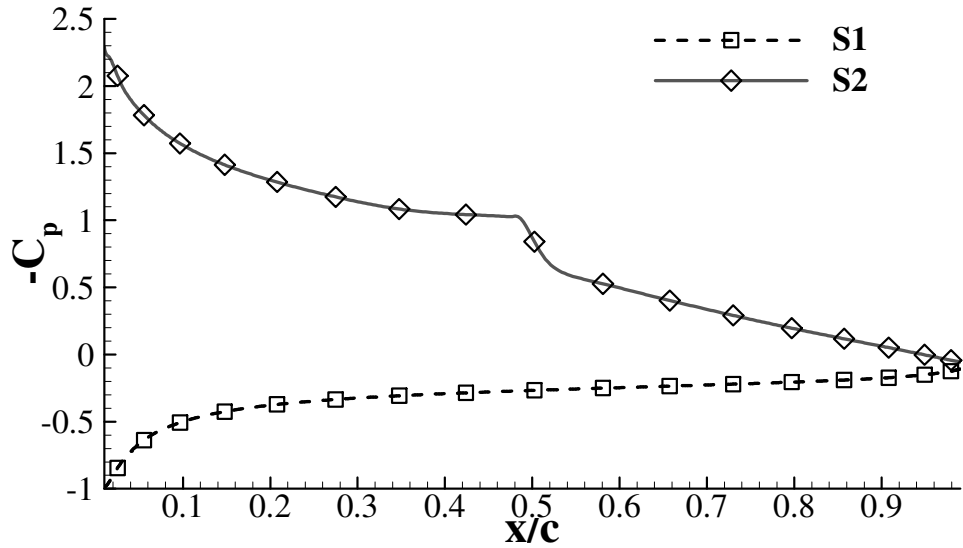
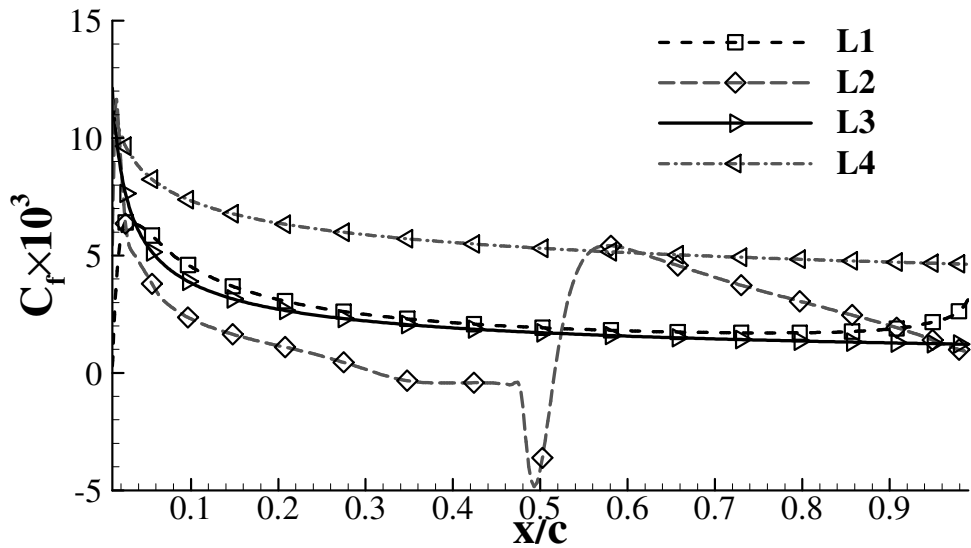

Figura 2a)
Figura 2b)
3. A figura 2 apresenta as distribuições do (simétrico) do coeficiente de pressão ($-C_p$) e do coeficiente de tensão de corte superficial ($C_{f_0} = \tau_w/(1/2 \rho U_\infty^2)$) ao longo da corda (x/c) do perfil Eppler 374 (curvatura positiva) a um ângulo de ataque de sete graus ($\alpha = 7^\circ$) e a um número de Reynolds baseado na corda c , velocidade do escoamento de aproximação V_∞ e viscosidade cinemática do fluido ν igual a $Re = 3 \times 10^5$. Os resultados foram obtidos com as equações de Navier-Stokes em média temporal de Reynolds suplementadas pelo modelo de viscosidade turbulenta $k-\omega$ SST com um modelo de transição. A figura 2b) apresenta ainda C_f para camadas limite em gradiente de pressão nulo em regimes laminar e turbulento.
- a) Identifique quais os resultados obtidos para o extradorso e intradorso do perfil (S1 e S2) na figura 2a). Identifique na legenda da figura 2b) (L1, L2, L3 e L4) quais as linhas que correspondem ao extradorso e intradorso do perfil, camada limite laminar em gradiente de pressão nulo e camada limite turbulenta em gradiente de pressão nulo. **Justifique claramente a sua resposta.**